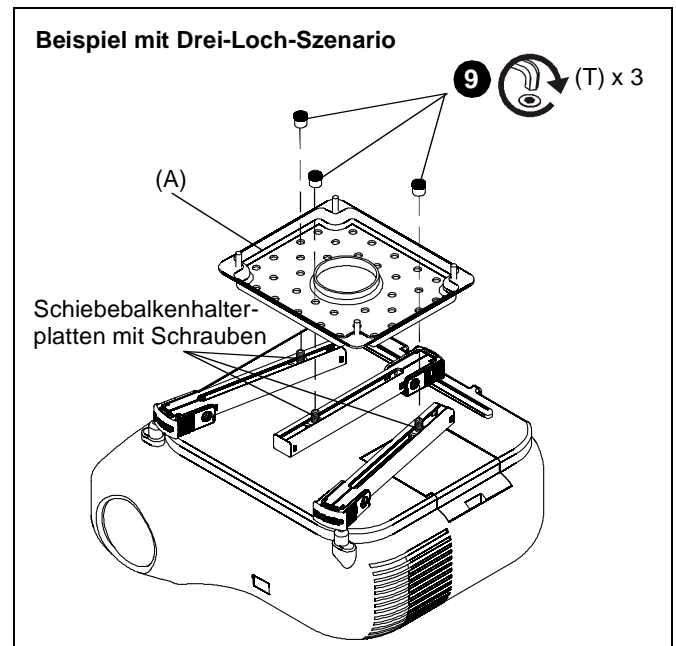
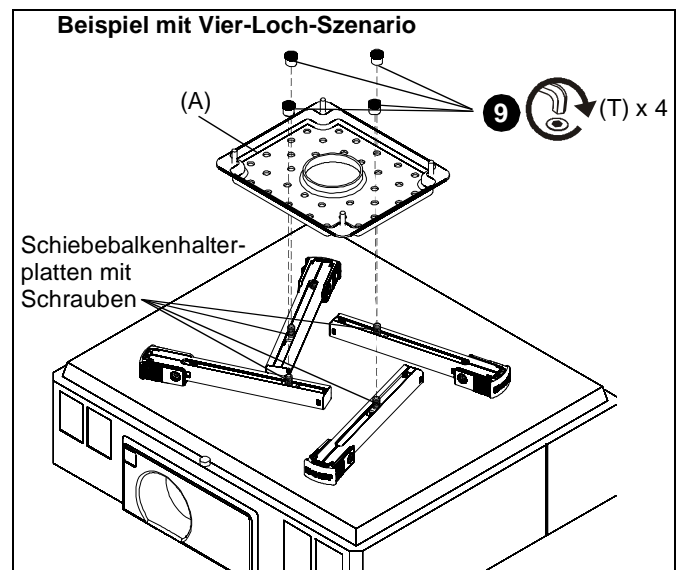

Abb. 6
Abb. 7
- Richten Sie die Beine so aus, dass die Schiebepaltenhalterplatten mit den Schrauben zur Mitte des Projektors zeigen. (See Figure 6) und (See Figure 7)
- Positionieren Sie die Schiebepaltenhalterplatten mit den Schrauben so, dass die SLBU- oder SLMU-Hauptplatte (A) in ebener Lage auf die Beine montiert werden kann. (See Figure 6) und (See Figure 7)
- Befestigen Sie die Inbusmutter (T) mit einem 1/4"-Inbuschlüssel (U) an die Schrauben auf den Schiebepaltenhalterungen. (See Figure 6) und (See Figure 7)